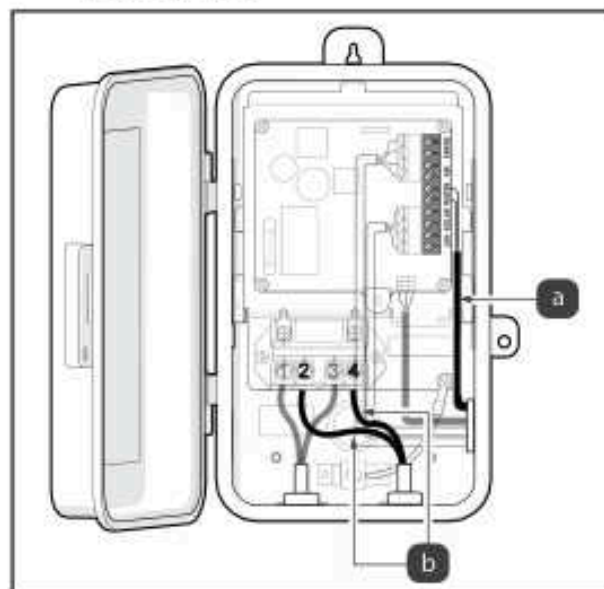

Figura 13. Conecte los cables de entrada de carga
6. Instale cables de bajo voltaje. Instale los cables para las conexiones del sensor de temperatura a través del troquelado lateral; consulte la Figura 13 (a).
14. Conecte una entrada de "carga" en el terminal 2 y la otra en el terminal 4; consulte la Figura 13 (b).